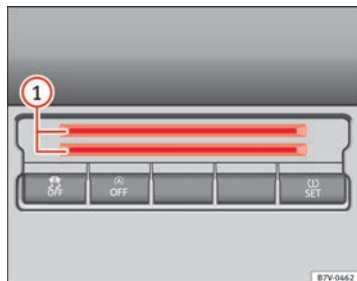

Fig. 107 Console centrale, in basso: vano per tessere.
Nella parte inferiore della console centrale è presente un vano ⇒ fig. 107 ① per depositare monete, tessere, scontrini di parcheggio o simili.